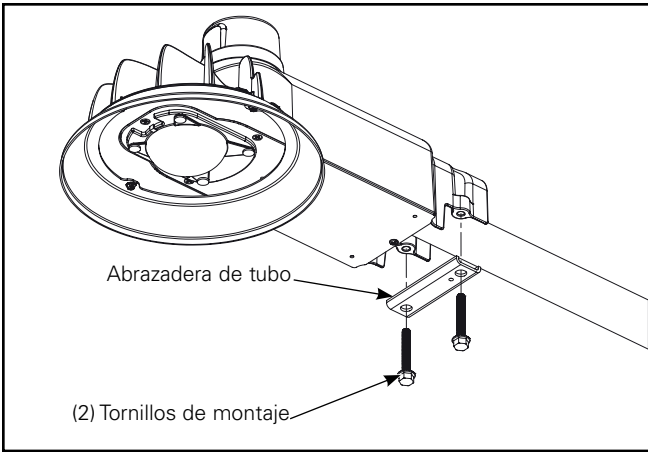

Figura 6.
3. Con los cables de alimentación tirados a través del tubo de montaje de 6 a 8 pulgadas, apriete los dos pernos de montaje del accesorio con un zócalo de 1/2 pulg. Apriete a 6-8 pies-libras. (Figura 6.)